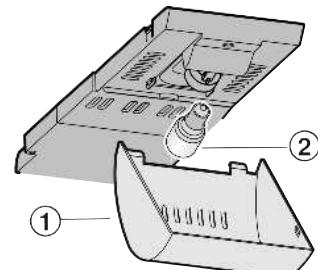

Fig. 11
- Возьмитесь за крышку Fig. 11 (1) спереди и снимите с крючка сзади.
- Лампу накаливания Fig. 11 (2) заменить.
- Снова наденьте крышку Fig. 11 (1).